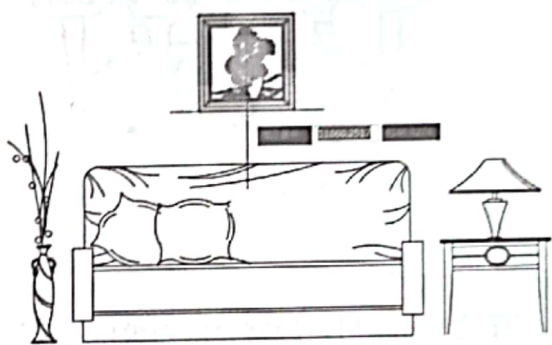

图 5-10 指定缩放基点
► **Step02** 按回车键后再指定缩放基点，如图 5-10 所示。